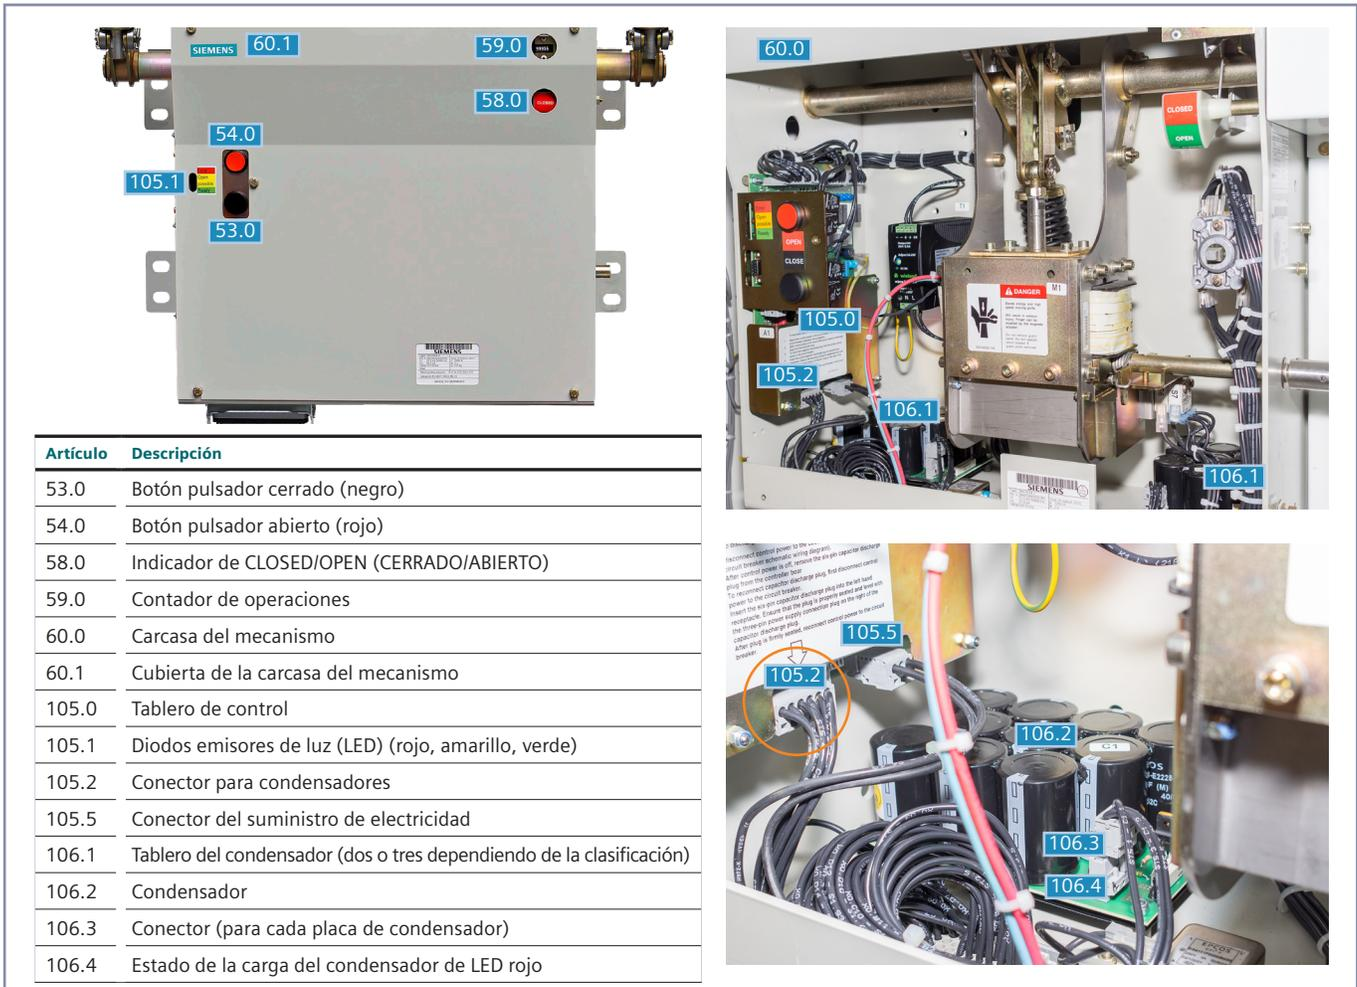

Figura 7: Controles del operador y de los condensadores de descarga
Desconecte la energía de control antes de retirar o reemplazar el enchufe de descarga del condensador. Consulte la Figura 7.
Después de que se haya eliminado la potencia de control, descargue la energía almacenada de los condensadores (consulte la Figura 7: Controles de operador y descarga de condensadores.
2. Utilice los botones pulsadores de Close (Cerrar) y Open (Abrir) en el mecanismo operativo del disyuntor (consulte la Figura 7: Controles del operador y condensadores de descarga) para
4. Intente cerrar el disyuntor usando el pulsador del mecanismo operativo del interruptor (consulte la Figura 7: Controles del operador y condensadores de descarga). El disyuntor no debe cerrarse.
2. Utilice el pulsador de Close (Cerrar) en el mecanismo operativo del disyuntor (consulte la Figura 7: Controles del operador y condensadores de descarga) para cerrar el disyuntor.